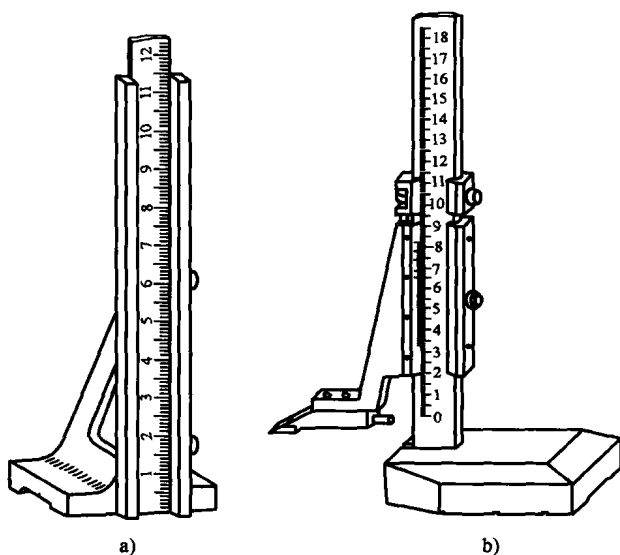

图 6 高度尺
(6) 高度尺(图6) 图6a为普通高度尺，由金属直尺和底座组成，用以给划线盘量取高度尺寸。图6b